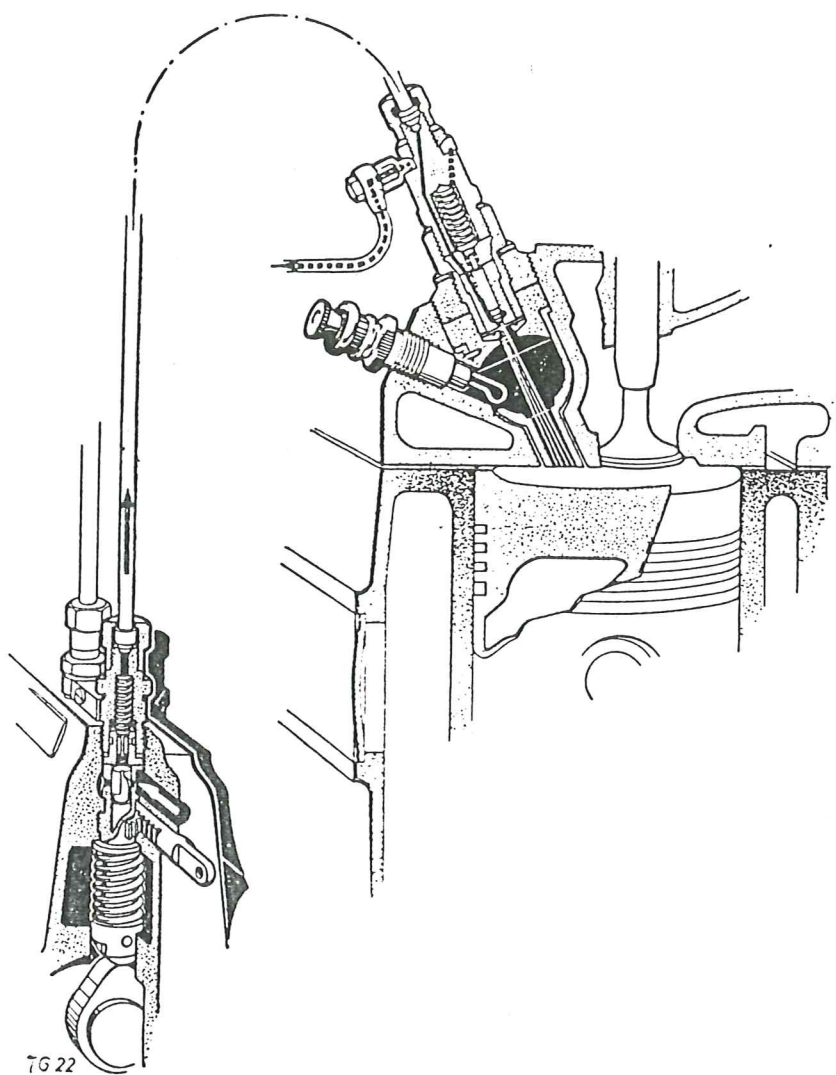
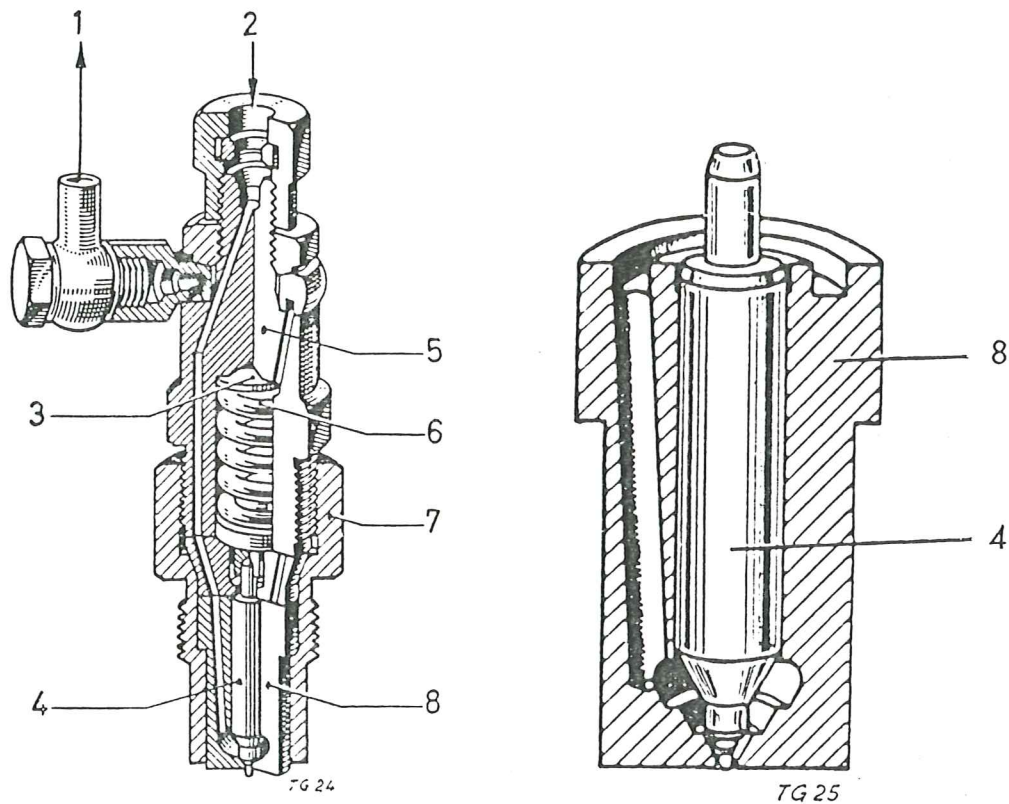

Fig. 14. Insprutningssystem med insprutningspump, tryckoljeledning, insprutare med läckoljeledning, förekammare och glödstift.
Fig. 15. Insprutare.
**Insprutarna.** Från insprutningspumpen passerar brännoljan genom fyra stycken rör, tryckoljerören, till insprutarna, monterade i cylinderlocket. Under insprutningspumpens tryckslag pressas brännoljan genom en längsgående kanal i insprutaren fram till munstycket (8, fig. 15). I detta finns en nålventil (4), som av en fjäder tryckes mot munstyckets säte. Då brännoljan under högt tryck intränger i munstycket övervinnes fjäderkraften, som håller nålventilen stängd och denna öppnar för bränslet, som då sprutas in i förkammaren, se fig. 14. Läckolja som tränger upp förbi nålventilen avledes genom läckoljeledningen tillbaka till bränsletanken.
**Förekammare.** Cylindrarnas kompressionsrum är uppdelat i två rum, ett omedelbart ovanför kolven och ett inbyggt i cylinderlocket, se fig. 14. Det sistnämnda, den s.k. förekammaren står medelst en kanal i förbindelse med rummet ovanför kolven. Genom denna uppdelning av kompressionsrummet erhålles en tystare gång än hos dieselmotorer utan förekammare, beroende på att förbränningen delas upp i två tempo.
3. Anbringa en nyckel på munstycksmutterns sexkant, (7, fig. 15), och skruva av insprutaren.